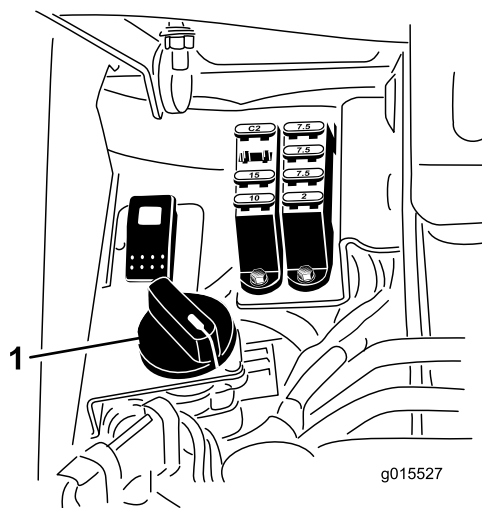

Figura 60
6. Girate il comando di velocità dei cilindri in posizione 1 (Figura 60).